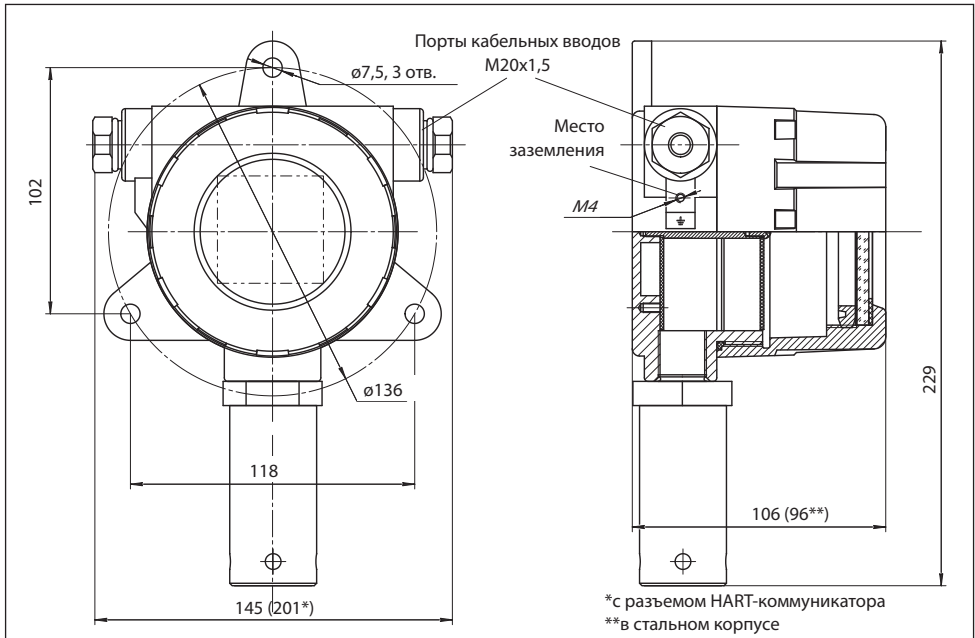

Рис.8. Габаритный чертеж ГС "Сенсон-СВ-5031-СМ"
ГС необходимо располагать так, чтобы интерфейсный модуль с ИСМ был направлен вертикально вниз (рис.8). Это препятствует попаданию влаги, пыли и посторонних предметов на фильтр газоанализатора. Наиболее простой способ монтажа – крепление к стене с помощью отверстий на фланце прибора, согласно рис.8.
10. Подключите провод заземления к прибору (см. рис.8). Рекомендуем конец провода заземления, подключаемого к прибору, опрессовать кабельным наконечником с круглым отверстием под винт М4.